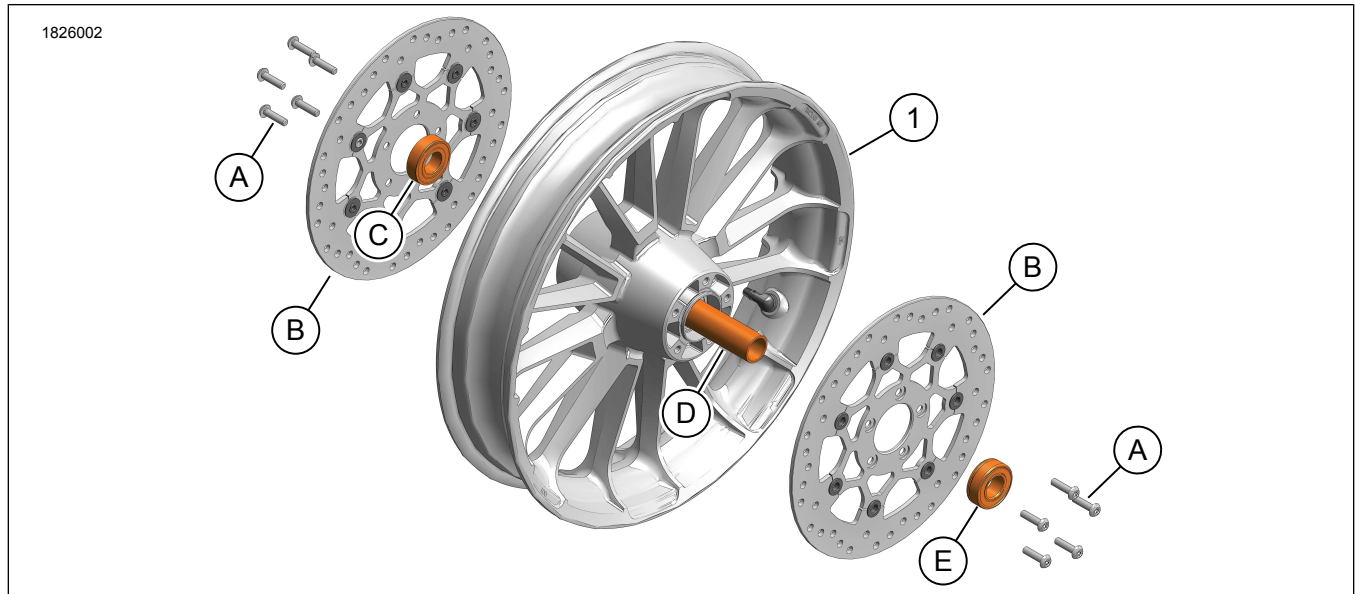

图1。套件内容：HDRoulette 19英寸车轮
1. 拆下原厂设备 (OE) 车轮。参见维修手册。
2. 参见图1。拆下前刹车转子。
- a. 拆下螺丝 (A)。
- b. 拆下OE前刹车转子 (B)。
5. 拆下车轮轴承隔块 (D)。
3. 参见图1。安装轴承隔块 (D) 和新密封车轮轴承 (C、D)。